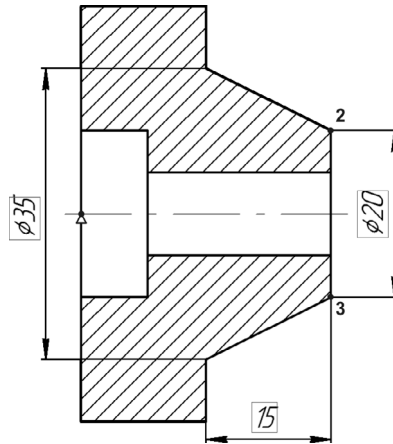

Рис. 64.17.
7. Чтобы полностью определить форму конического участка, проставьте линейный размер между точками 2 и 3 и установите его точное значение 20 мм (рис. 64.17).